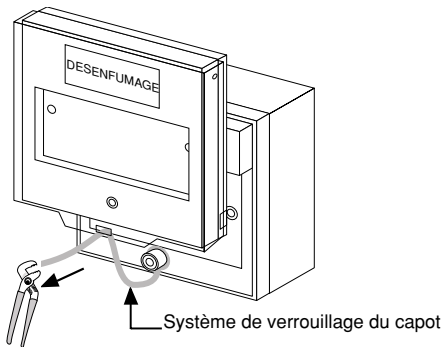

Figure 10 : système de verrouillage du capot
- le montage du dispositif de verrouillage du volet est effectué conformément à la figure 10,